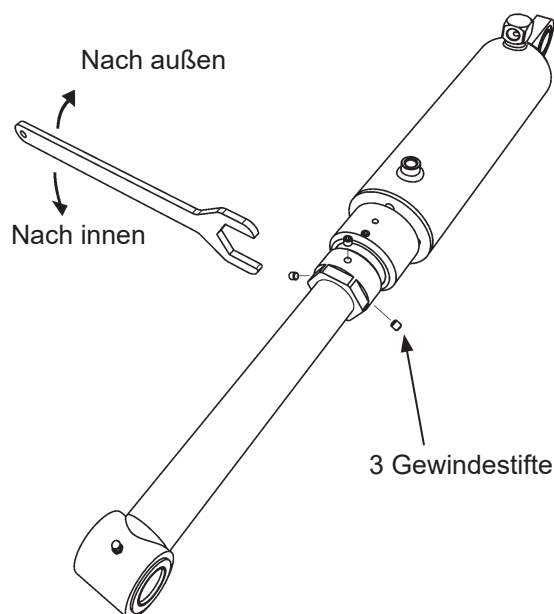

Abb.38. Einstellung des Neigungswinkels
5. Die drei Gewindestifte am zweiten Kippzylinder lösen. Abb.38.
6. Das Einstellgewinde so drehen, dass der Kippzylinder mit der Befestigung an der Ladebordwand übereinstimmt. Siehe Abb.38